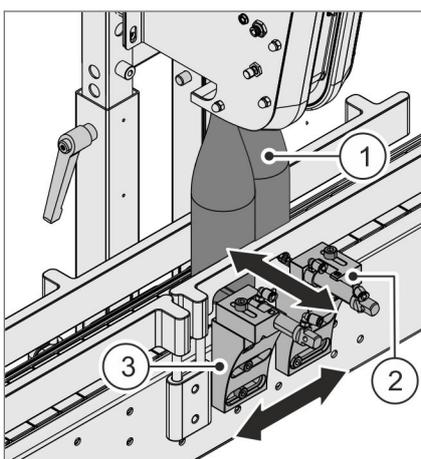

Abb. 49 Vereinzelungen lösen
16. Eine zweite Glasflasche **Abb. 49** / ① rechts von der ersten Flasche positionieren.
17. Schrauben an der Halterung und am Kopf der rechten und linken Vereinzelung **Abb. 49** / ② + ③ lösen.
19. Schrauben wieder an der Halterung und am Kopf der rechten und linken Vereinzelnung **Abb. 49**/② + ③ festziehen.